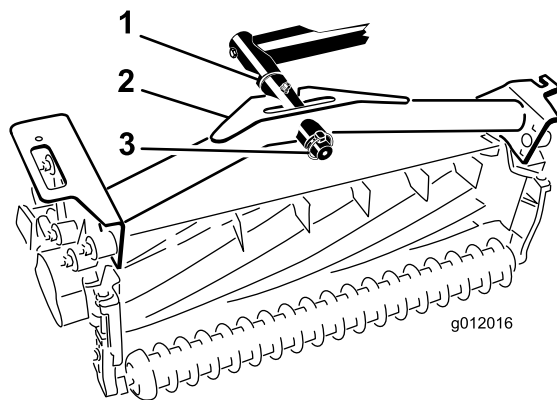

图20
2. 将滚刀组承载架滑到枢轴杆上，并用保险销固定（图20）。